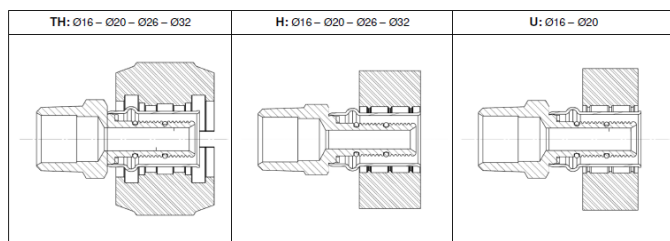

Fig. 3 Positioneren persbekken volgens profiel
- de persbek correct positioneren op de pershuls, zie fig. 3, alsook de persmachine loodrecht op de leidingsas plaatsen.